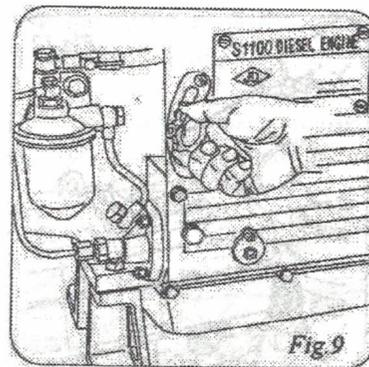

Рис.9
3.2.1. Установите рычаг контроля скорости в положение "СТАРТ", обозначенное на указателе (рис. 9).